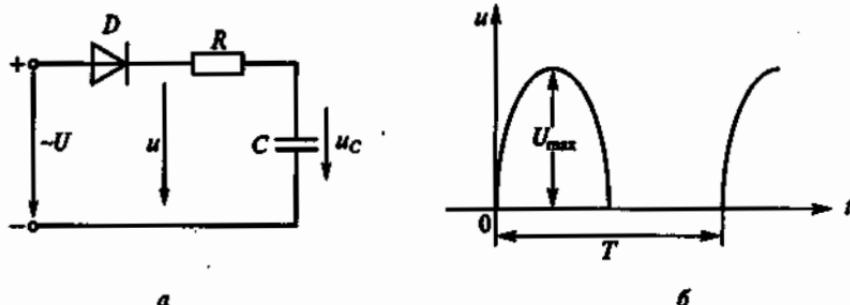

Рис. 154
4.23. Напряжение u в цепи на рис. 154, *a* изменяется в соответствии с графиком, приведенным на рис. 154, *б*. До какого ус-